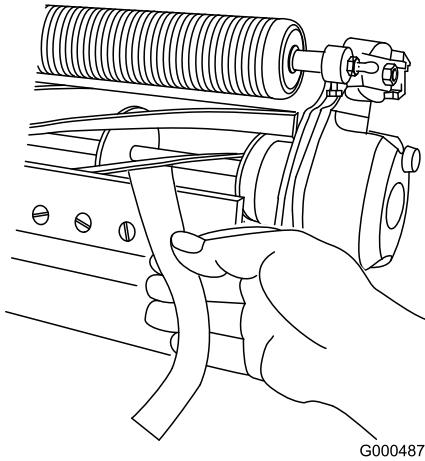

Figura 11
- Verificate le prestazioni di taglio inserendo una lunga striscia di carta di verifica del taglio (n. cat. Toro 125-5610) tra il cilindro e la controlama, perpendicolarmente alla controlama (Figura 11). Ruotate lentamente il cilindro in avanti; questa operazione dovrebbe tagliare la carta